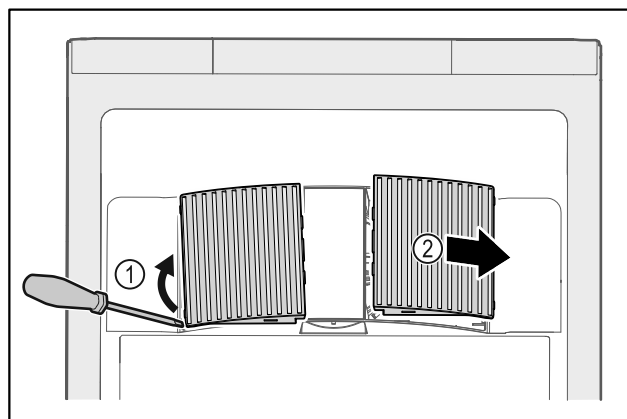

Fig. 145
- ▶ Ostrożnie podważyć osłony wentylatora z boku Fig. 145 (1) i zdjąć do przodu Fig. 145 (2).